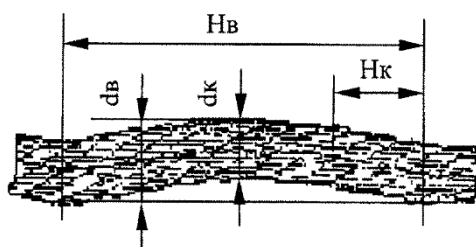

Рис.25: Волнистость каната
6. Волнистость каната характеризуется шагом и направлением ее спирали (рисунок 25). При совпадении направлений спирали волнистости и свивки каната и равенстве шагов спирали волнистости H_v и свивки каната H_k канат бракуется при $d_v > 1,08 d_k$,